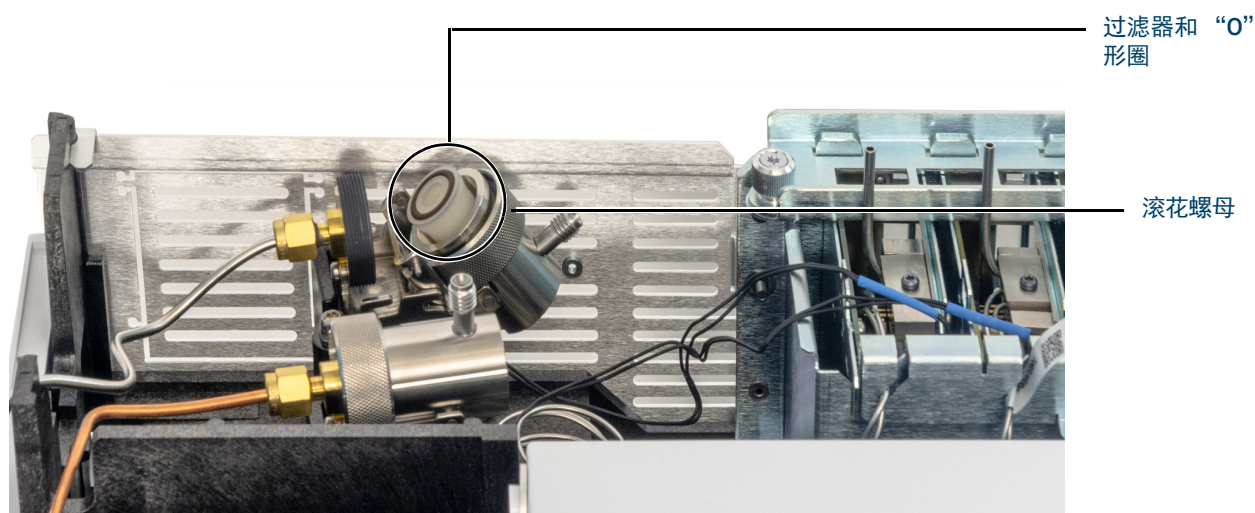

图 23. 滑动捕集阱组件，露出过滤器
- 5 将捕集阱组件从导向连接支架滑回并向上倾斜，露出过滤器，如图 23 中所示。